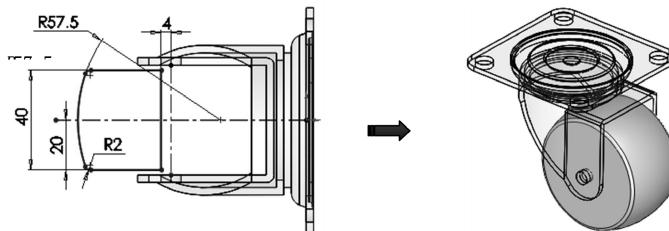

图 7-104 创建旋转实体
- 04 使用【旋转凸台/基体】工具，选择参考基准面作为草绘平面，绘制如图 7-104 所示的草图，完成旋转实体的创建。